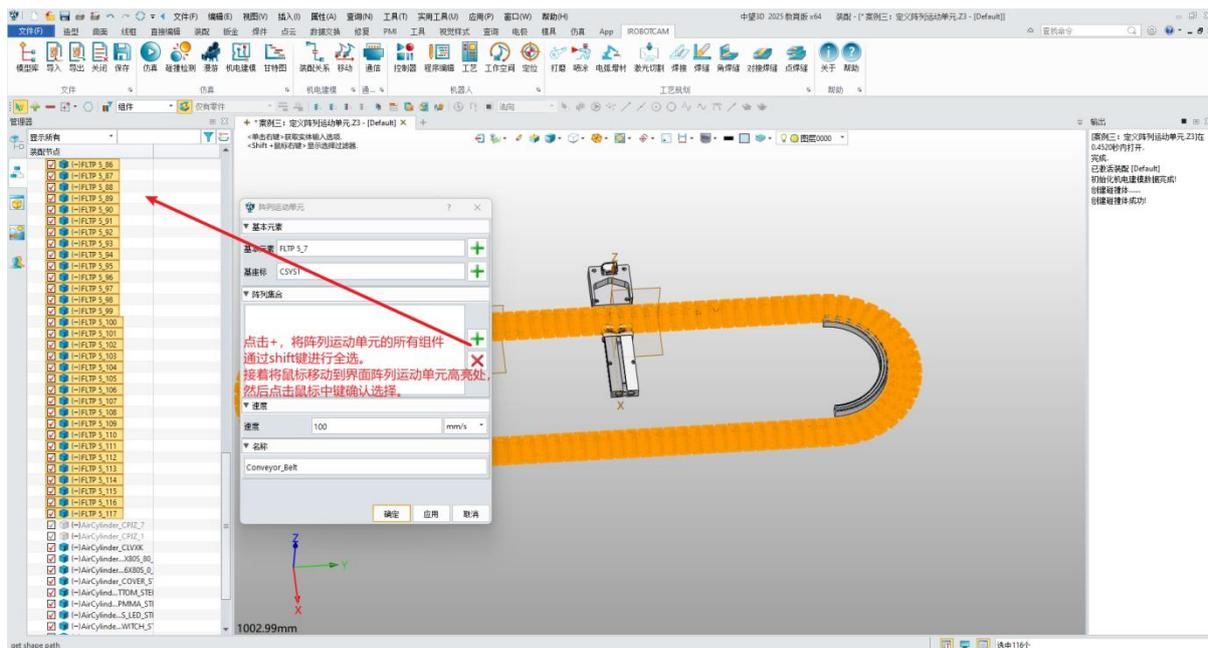

图 7-10: 阵列元素
- 自定义“名称”（例如，“Conveyor_Belt”）以便于识别。（图 7-10）